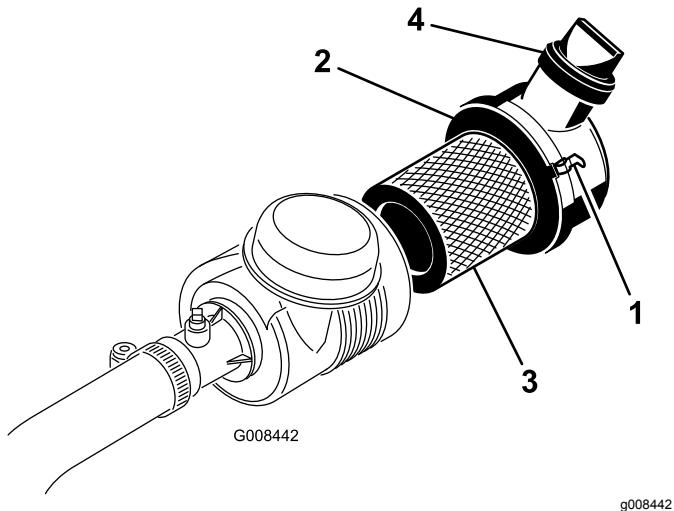

图31
1. 松开将空气滤清器盖固定到空气滤清器壳体上的闩锁 图31。
7. 确保闩锁将盖子固定到壳体上 图31。